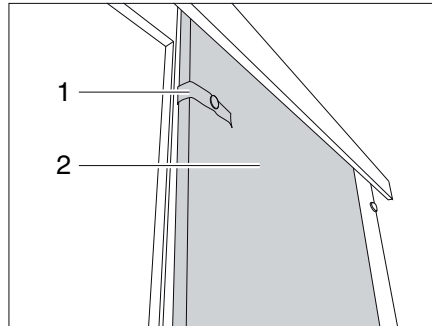

Fig. 78 Porte coulissante
- Détacher la bande de sécurité (Fig. 78,1).
- Tirer la porte coulissante (Fig. 78,2) en position de fermeture.
- Amener la porte coulissante (Fig. 78,2) dans la position d'ouverture.
- Fixer la porte coulissante avec la bande de sécurité (Fig. 78,1).